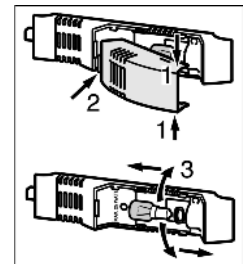

Fig. 13
- ▶ Saisir la protection d'ampoule en haut et en bas *Fig. 13 (1)*.
- ▶ Déclipser à l'arrière et détacher la protection d'ampoule *Fig. 13 (2)*.
- ▶ Remplacer l'ampoule. *Fig. 13 (3)*